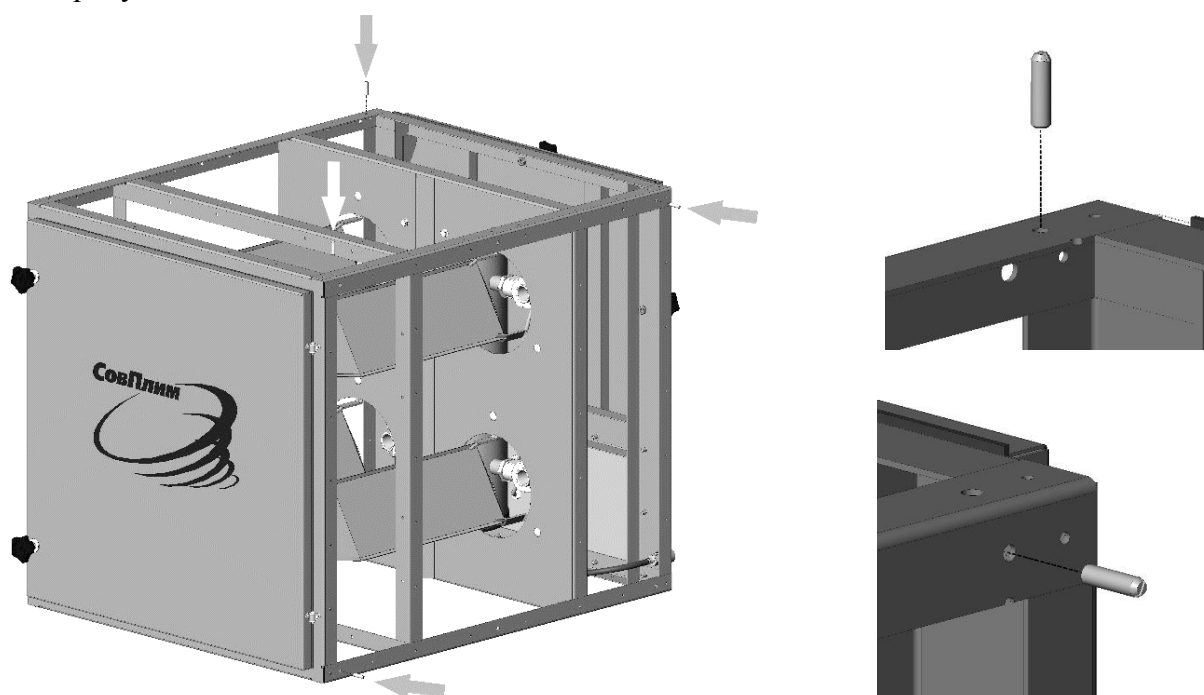

Рисунок 15
5.6.3 Совместить модули второго яруса, базировку рядов выполнять по штифтам, предварительно ввинченным в модулях первого ряда (рисунок 15), стянуть между собой болтами М6х16.